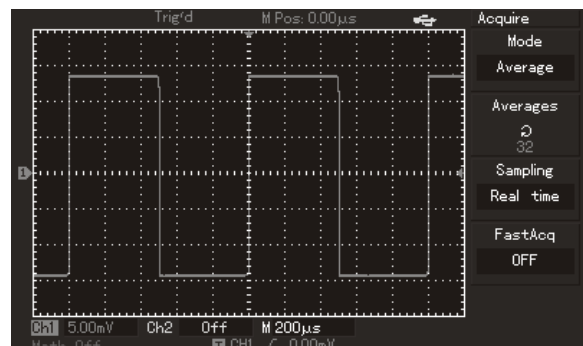

Рисунок 3-5. Сигнал с подавленным шумом
- 1) Нажмите кнопку [ACQUIRE] в зоне меню на передней панели для вызова меню настройки регистрации сигнала. Нажмите кнопку [F1] меню для установки режима накопления данных в значение Average (среднее), а затем вращением многофункционального регулятора выберите количество усредняемых осциллограмм из ряда степеней по основанию 2, в диапазоне от 2 до 256 (см. Рисунок 3-5).